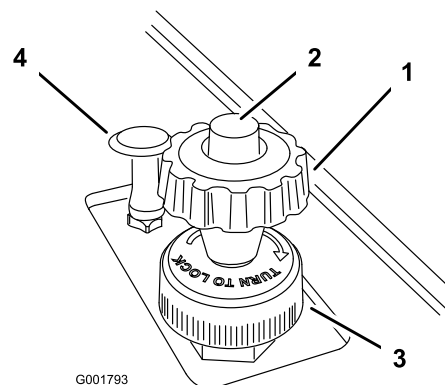

Figure 23
4. Une fois le réglage effectué, vous pouvez bloquer le bouton en tournant la roue de blocage au bas du limiteur de vitesse dans le sens horaire jusqu'à la butée (Figure 23). Pour débloquer le bouton, tournez la roue dans le sens anti-horaire jusqu'à ce qu'il puisse bouger.
2. Appuyez sur le bouton-poussoir en haut du bouton du limiteur de vitesse et tirez le bouton jusqu'à ce que vous sentiez qu'il touche la pédale d'accélérateur puis relâchez le bouton (Figure 23).